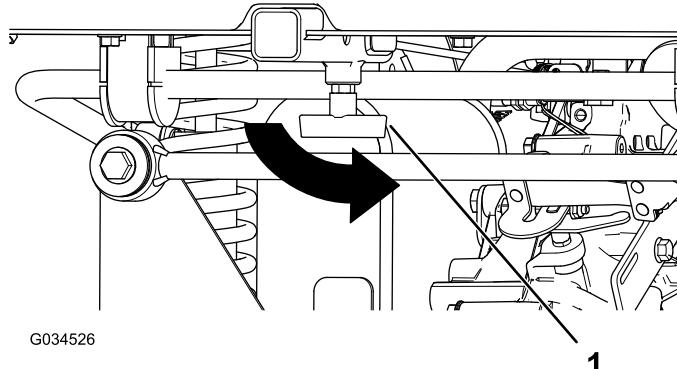

Figura 8
- Serrate la maniglia a T sul tubo ricevente (Figura 8).